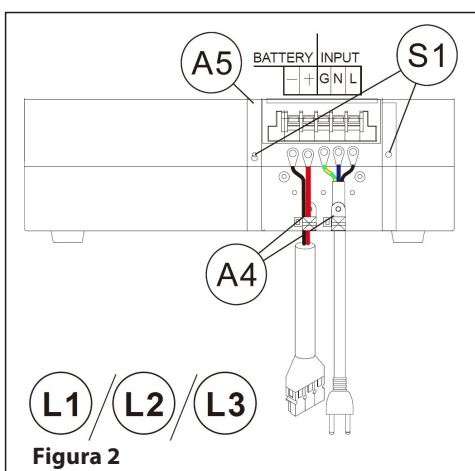

Figura 2
4. Conecte los cables de la batería (**L1** para la gama Daker DK Plus o **L2** para la gama Keor S o **L3** para la gama Keor DK) al terminal de la caja de la batería (**figura 2**).